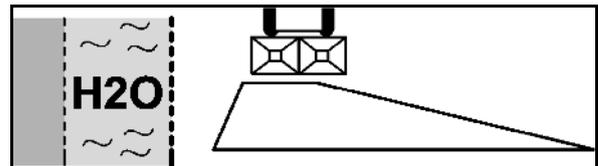

図 62
2. Düngeverordnung (肥料に関する指令) に基づく溝での散布 (図 62):